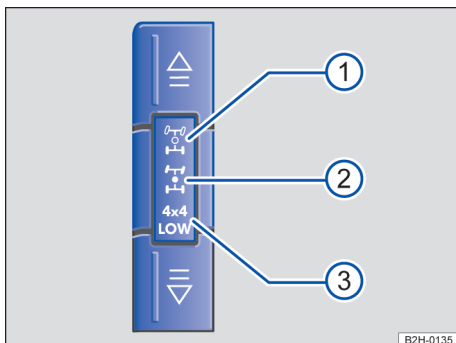

Fig. 108 En la consola central: teclas y símbolos para conectar y desconectar la tracción total.
En los vehículos con tracción total conectable, en el estado inicial siempre está activa la tracción que estaba activa cuando se apagó el motor. La tracción total se conecta manualmente en dos niveles mediante las teclas de la consola central → fig. 108.
Cuando se circule por calzadas secas de piso firme se deberá utilizar la tracción trasera. Cuando la tracción trasera está conectada, se enciende el símbolo → fig. 108 ① en la consola central.
1. Pulse una vez la tecla . El símbolo parpadea durante unos segundos en el cuadro de instrumentos. La tracción total (4X4 HIGH) está conectada cuando el símbolo → fig. 108 ② permanece encendido en el cuadro de instrumentos y la consola central.
2. Pulse la tecla con el motor en marcha y la tracción total (4X4 HIGH) conectada. El símbolo 4X4 LOW parpadea durante unos segundos en el cuadro de instrumentos. La tracción total con etapa reductora (4X4 LOW) está conectada cuando el símbolo 4X4 LOW → fig. 108 ③ permanece encendido en el cuadro de instrumentos y la consola central.